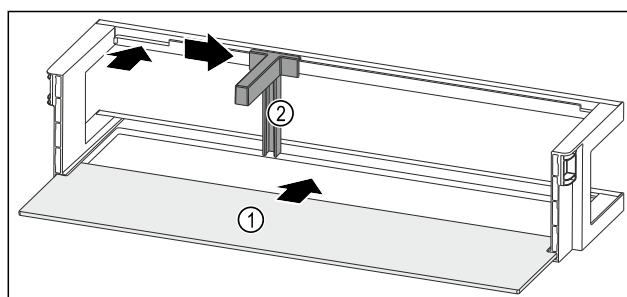

Fig. 199 Dveřní přihrádka s odkládací plochou
- Odkládací plochu Fig. 199 (1) zasuňte do bočních vybrání.
- Držák lahví Fig. 199 (2) vložte do vybrání.
- Držák lahví Fig. 199 (2) posuňte na stranu do požadované polohy.